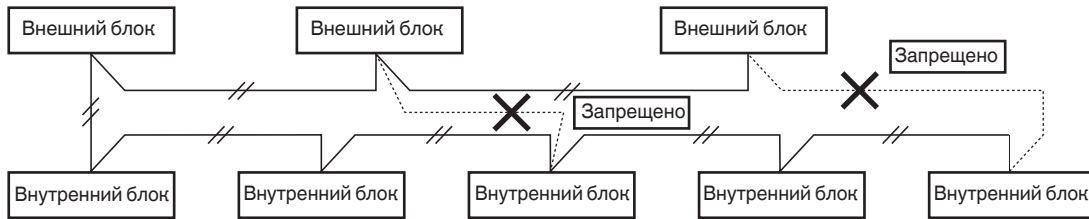

Рис. 4-3
- (1) При объединении внешних блоков в сеть отключите удлиненную клемму от закорачивающего штекера и от всех внешних блоков, кроме любого из внешних блоков. (Во время отправки: В закороченном состоянии.) Не удаляйте закорачивающий штекер в случае системы без соединения (без соединительной проводки между внешними блоками).
- (2) Не устанавливайте межблочную проводку управления таким образом, чтобы она образовывала петлю. (Рис. 4-3)